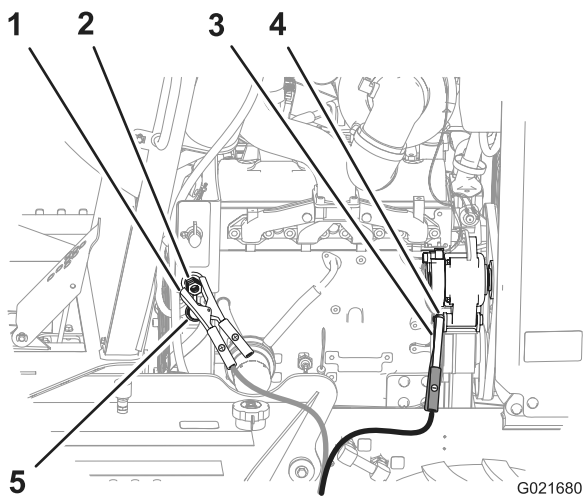

Figure 58
4. Retirez le capuchon de la borne de la batterie déchargée (Figure 58)
5. Branchez le câble de démarrage positif (+) à la borne de la batterie déchargée (Figure 58).
6. Branchez le câble de démarrage négatif (-) à un point de masse, tel l'écrou au point de pivotement de l'alternateur (Figure 58).